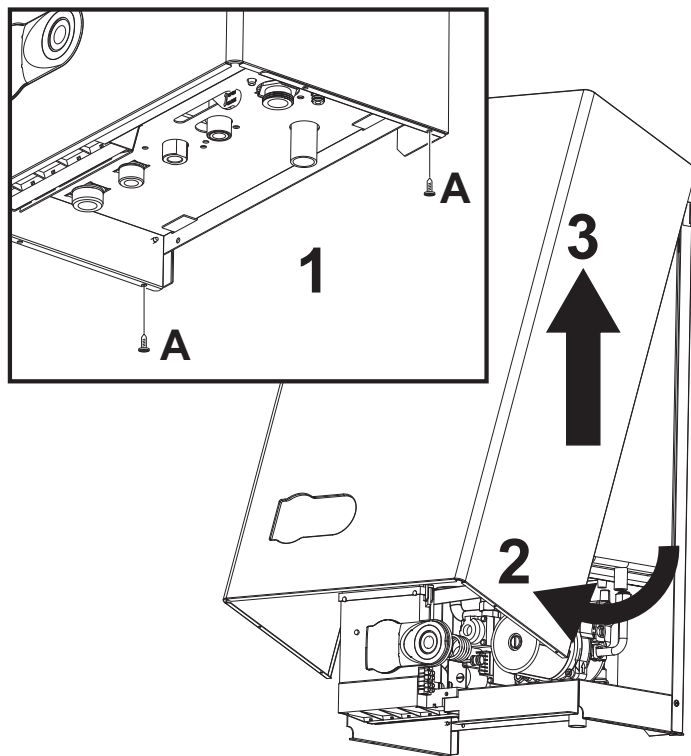

рис. 12 - Открытие кожуха
- Отвинтите винты "А" (см. рис. 12).
- Поверните кожух (см. рис. 12)